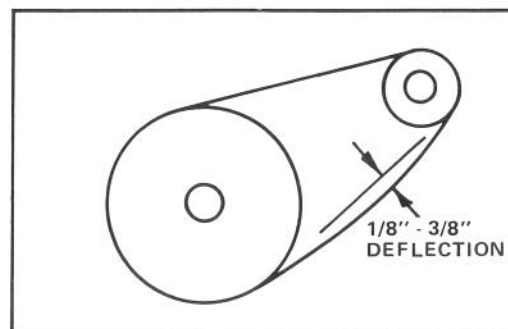

Abbildung 30
1. Die Durchbiegung der Kette durch Hochheben der Kette mit mäßigem Druck bei der Spannmitte nachprüfen. Die Durchbiegung sollte 3 bis 9,5 mm betragen (Abb. 30). Sollte dies nicht der Fall sein, dann ist eine Justierung erforderlich.